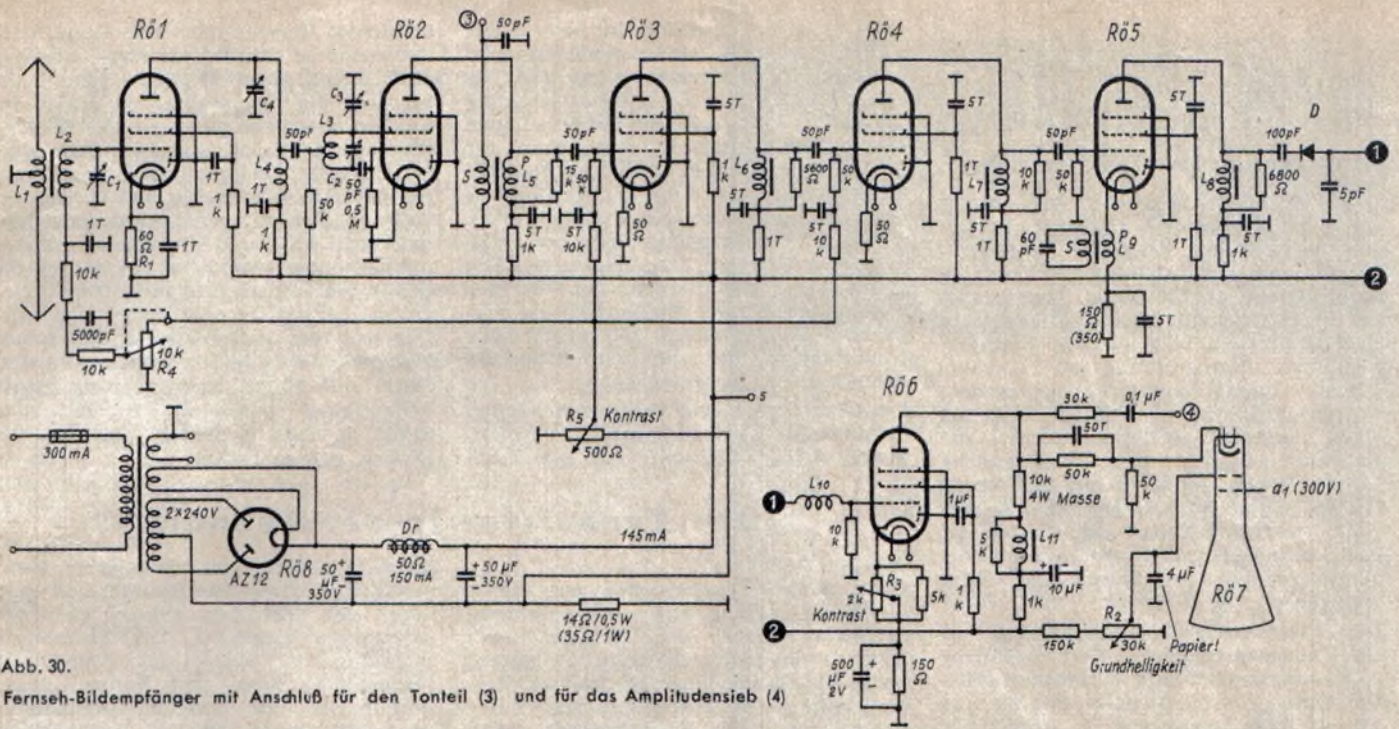
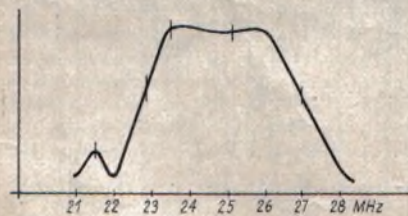
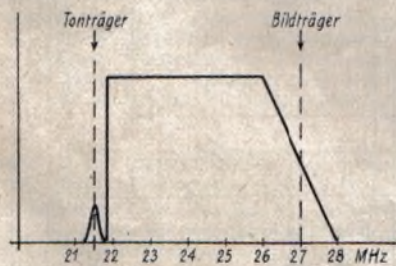

Abb. 30.
Abb. 31. Resonanzkurve des Bild ZF-Verstärkers
Abb. 32. Ideale Resonanzkurve des Bild-ZF-Verstärkers
Das Schaltschema des eigentlichen Bildempfängerteiles ist in Abb. 30 wiedergegeben. Entsprechend der europäischen Norm sind für Deutschland 6 Übertragungskanäle für Fernseh Zwecke vorgesehen. (s. FUNK-TECHNIK Bd. 6 [1951], H. 6, S. 162, u. FUNK UND TON Bd. 5 [1951], H. 2, S. 91.) In Berlin werden, wie bekannt ist, mehrere Fernsehsender gleichzeitig laufen, so daß höchstwahrscheinlich zwischen vier Kanälen gewählt werden kann. Der Empfänger teil für Berlin ist daher so zu bauen, daß er wahlweise auf vier Kanäle einzustellen geht. In Westdeutschland wird man zumindest in den nächsten Jahren
nur mit jeweils einem Sender rechnen können, so daß man den Empfänger einseitig fest abstimmen kann. Das Arbeitsprinzip der Schaltung nach Abb. 30 ist folgendes: Rö 1 arbeitet als Vorstufe, Rö 2 ist die Oszillator- und Mischstufe. Rö 3, 4 und 5 verstärken die Bildzwischenfrequenz. Für die Gleichrichtung der Bildzwischenfrequenz wird ein Germanium-Detektor D verwendet. Rö 6 arbeitet als Nachverstärkerröhre für die Bildimpulse, die der Bildröhre Rö 7 zugeführt werden. Für Rö 7 kann ohne Änderung der Daten des Empfängers entweder die vorgesehene Kleinsbildröhre oder eine 30-cm-Fernsehröhre verwendet werden. Die Verstärkerröhre Rö 1 hat einmal die Aufgabe, das Verhältnis zwischen Rauschpegel und Signalspannung günstiger zu gestalten und außerdem zu vermeiden, daß zu viel von der Oszillatorspannung
$1\frac{1}{2}$ -m-Bandes eingestellt. Die Abstimmung kann entweder durch Eindrehen eines Hochfrequenz-Eisenkernes oder durch Verstimmen der Trimmer  $C_1$  und  $C_4$  erfolgen.  $L_2$  hat eine Induktivität von  $0,05 \mu H$ . Sie wird auf einen Spulenkörper von 9 mm Außendurchmesser aus versilbertem Draht  $1,5$  mm Durchmesser gewickelt. Sie hat 2 Windungen, wobei der Windungsabstand etwa  $1\frac{1}{2}$  mm ist. Zwischen diese Windungen wird  $L_1$  gewickelt, bestehend aus 2 Windungen Isyntha-Schaltendraht. Die Spule  $L_4$  hat ebenfalls einen Trolitul-Körper mit 9 mm Außendurchmesser, sie soll  $0,04 \mu H$  haben und wird aus  $1,5$  mm versilbertem Draht zu 2 Windungen mit etwa 1 mm Windungsabstand gewickelt. In diese Spulen wird ein UKW-Hochfrequenz-Eisenkern geschraubt. Für  $C_1$  und  $C_4$  wählt man am besten die sogenannten Fernseh-Trimmer der Firma Philips. Sollten diese nicht greifbar sein, so empfiehlt es sich, ihre Luft-Trimmer einzubauen und diese auf möglichst kleine Kapazität einzustellen. Es ist ratsam, für Rö 1 möglichst die EF 80 zu verwenden, etwas weniger gut für diesen Zweck ist die EF 42; die in Abb. 30 angegebenen Daten sind für beide Röhrentypen richtig. Soll die EF 14, deren Rauschwert höher liegt, an dieser Stelle benutzt werden, so müssen für  $R_1$  360 Ohm und für den Schirmgitterwiderstand an Stelle von  $1 k\Omega$   $25 k\Omega$  eingesetzt werden. Für Rö 2 muß unbedingt eine EF 80 genommen werden, weil die Oszillator-Frequenz  $223,35$  MHz beträgt; von den deutschen handelsüblichen Röhren schwingt sie in den hohen Frequenzen am besten. Die Spule  $L_3$  hat  $0,03 \mu H$ , sie besteht ebenfalls aus 2 Windungen  $1,5$  mm versilbertem Draht und knapp 2 mm Windungsabstand. Genau in der Mitte dieser Spule muß die Mittelanzapfung eingelötet sein, die zu dem  $50$ -pF-Kondensator führt.  $C_2$  ist ebenso wie  $C_3$  ein Fernseh-Trimmer, wie oben erwähnt. In  $L_3$  wird außerdem ein UKW-Hochfrequenz-Eisenkern eingeschraubt.  $C_3$  muß so eingestellt werden, daß die Oszillatorspannung an den Buchsen der Fernsehantenne am geringsten ist. Hierzu ist ein recht empfindliches Röhrenvoltmeter notwendig, das man an die Antennenbuchsen des Empfängers anschließt. Der Trimmer  $C_3$  wird nun so verstellt, daß der Ausschlag des Röhrenvoltmeters ein Minimum anzeigt. Hinter Rö 2 erhält man bereits die Bildzwischenfrequenz. Die Bandbreite des Zwischenfrequenz-Verstärkers soll  $5,5$  MHz betragen. Man erzielt sie dadurch, daß man eine Reihe (im vorliegenden Falle vier) Resonanzkreise verwendet, die gegeneinander verstimmt sind. Außerdem werden diese Resonanzkreise durch parallele Widerstände stark gedämpft, so daß die Resonanzkurven der einzelnen Kreise stark verbreitert sind. Die resultierende ergibt dann eine Resonanzkurve gemäß Abb. 31. Dort sind die Eigenresonanzen der verschiedenen Abstimmkreise durch senkrechte Striche markiert. Die Abb. 32 gibt die ideale Resonanzkurve des Zwischenfrequenzteiles wieder. Kennzeichnend ist, daß die Resonanzkurve verhältnismäßig langsam ansteigt und der Bildträger auf der Mitte dieses ansteigenden Teiles liegt. Die ideale Bandfilterkurve verläuft dann waagrecht und soll auf der Seite, auf der die Tonfrequenz liegt, möglichst senkrecht abfallen. Abweichungen vom
Dimensionierungs-Angaben zum Fernseh-Bildempfänger mit Anschluß für den Tonteil (3) und für das Amplitudensieb (4) nach Abb. 30